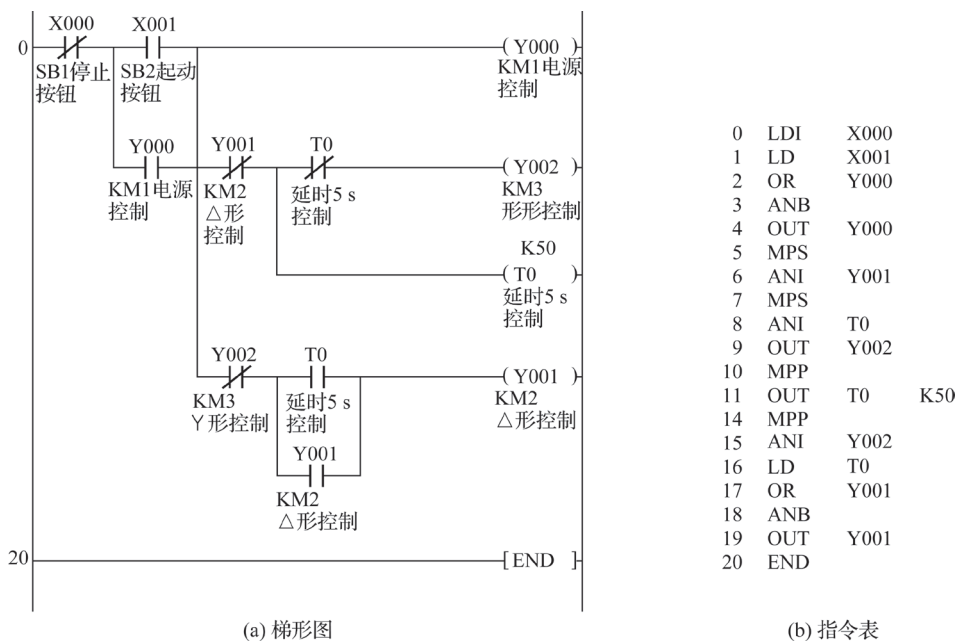

图 2-3-10 三相异步电动机 Y-Δ 降压启动控制方案二
(2) 采用块与指令及多重输出指令进行设计, 梯形图及指令表如图 2-3-10 所示。